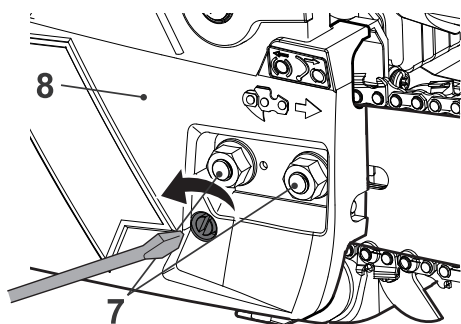

Fig. 1
- > Utilice únicamente la barra guía (4) y la cadena de la motosierra (3) según los datos técnicos del producto.
- > Coloque el producto en una superficie plana adecuada con la cubierta (8) hacia arriba.
**¡ADVERTENCIA!** Antes de quitarla, asegúrese de que el protector delantero/freno de la cadena (2) esté en la posición de desconexión (consulte el apartado “Más detalles - Freno de la cadena”). Si está en la posición de accionado, tire del protector delantero/freno de la cadena hacia atrás hasta que encaje en su posición.
- > Afloje las tuercas (7) y retire la cubierta (8) (Fig. 1/2)